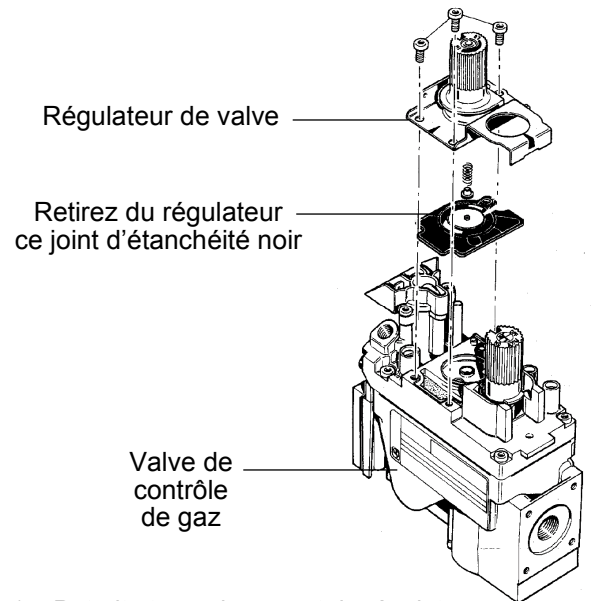

Figure 17. Retrait et remplacement du régulateur.
13. **Retrait du régulateur** : Avec un tournevis Torx T-20, retirez les 3 vis de l'avant du régulateur de valve. Voir fig. 17.
14. **Retrait du joint d'étanchéité, du disque en plastique blanc et du ressort du régulateur** : Retirez de la valve le joint d'étanchéité en caoutchouc noir. Voir fig. 17.